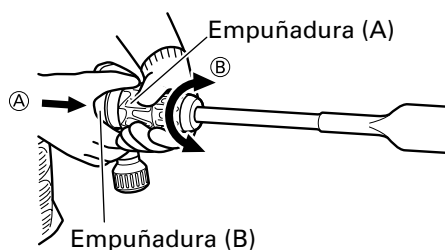

Fig. 4
- (1) Como se muestra en la Fig. 4, si la empuřadura (A) se gira en el sentido de ② cuando la empuřadura (B) est3 girada 60 grados en el sentido de ①, el 3ngulo de la cuchilla podr3 cambiarse libremente hasta la posici3n deseada.
- (2) Suelte la empuřadura (B), gire la herramienta, y cerci3nse de que haya quedado completamente bloqueada.